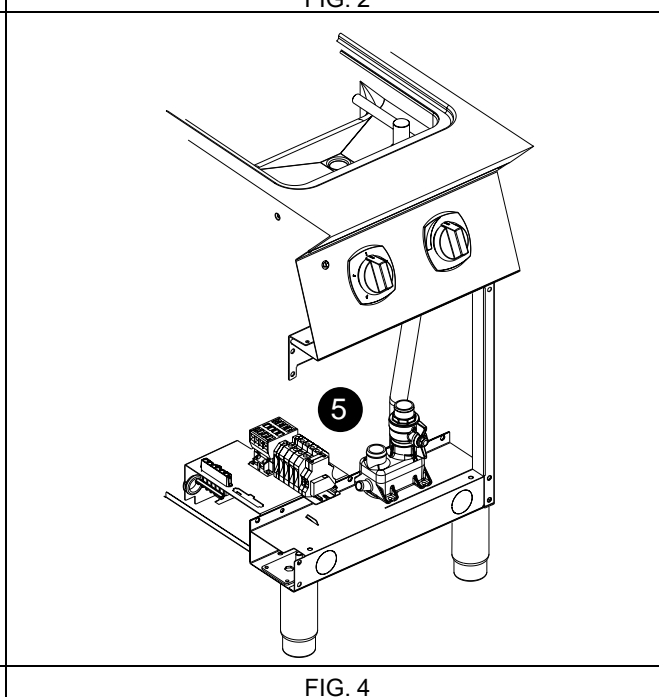

FIG. 4
- Koppla in tryckmätaren "O" (se FIG. 4).
5. Anslut strömkabeln till kopplingsplinten enligt beskrivningen på det elektriska kopplingsdiagrammet som medföljer apparaten (se detalj 5 —FIG. 4).